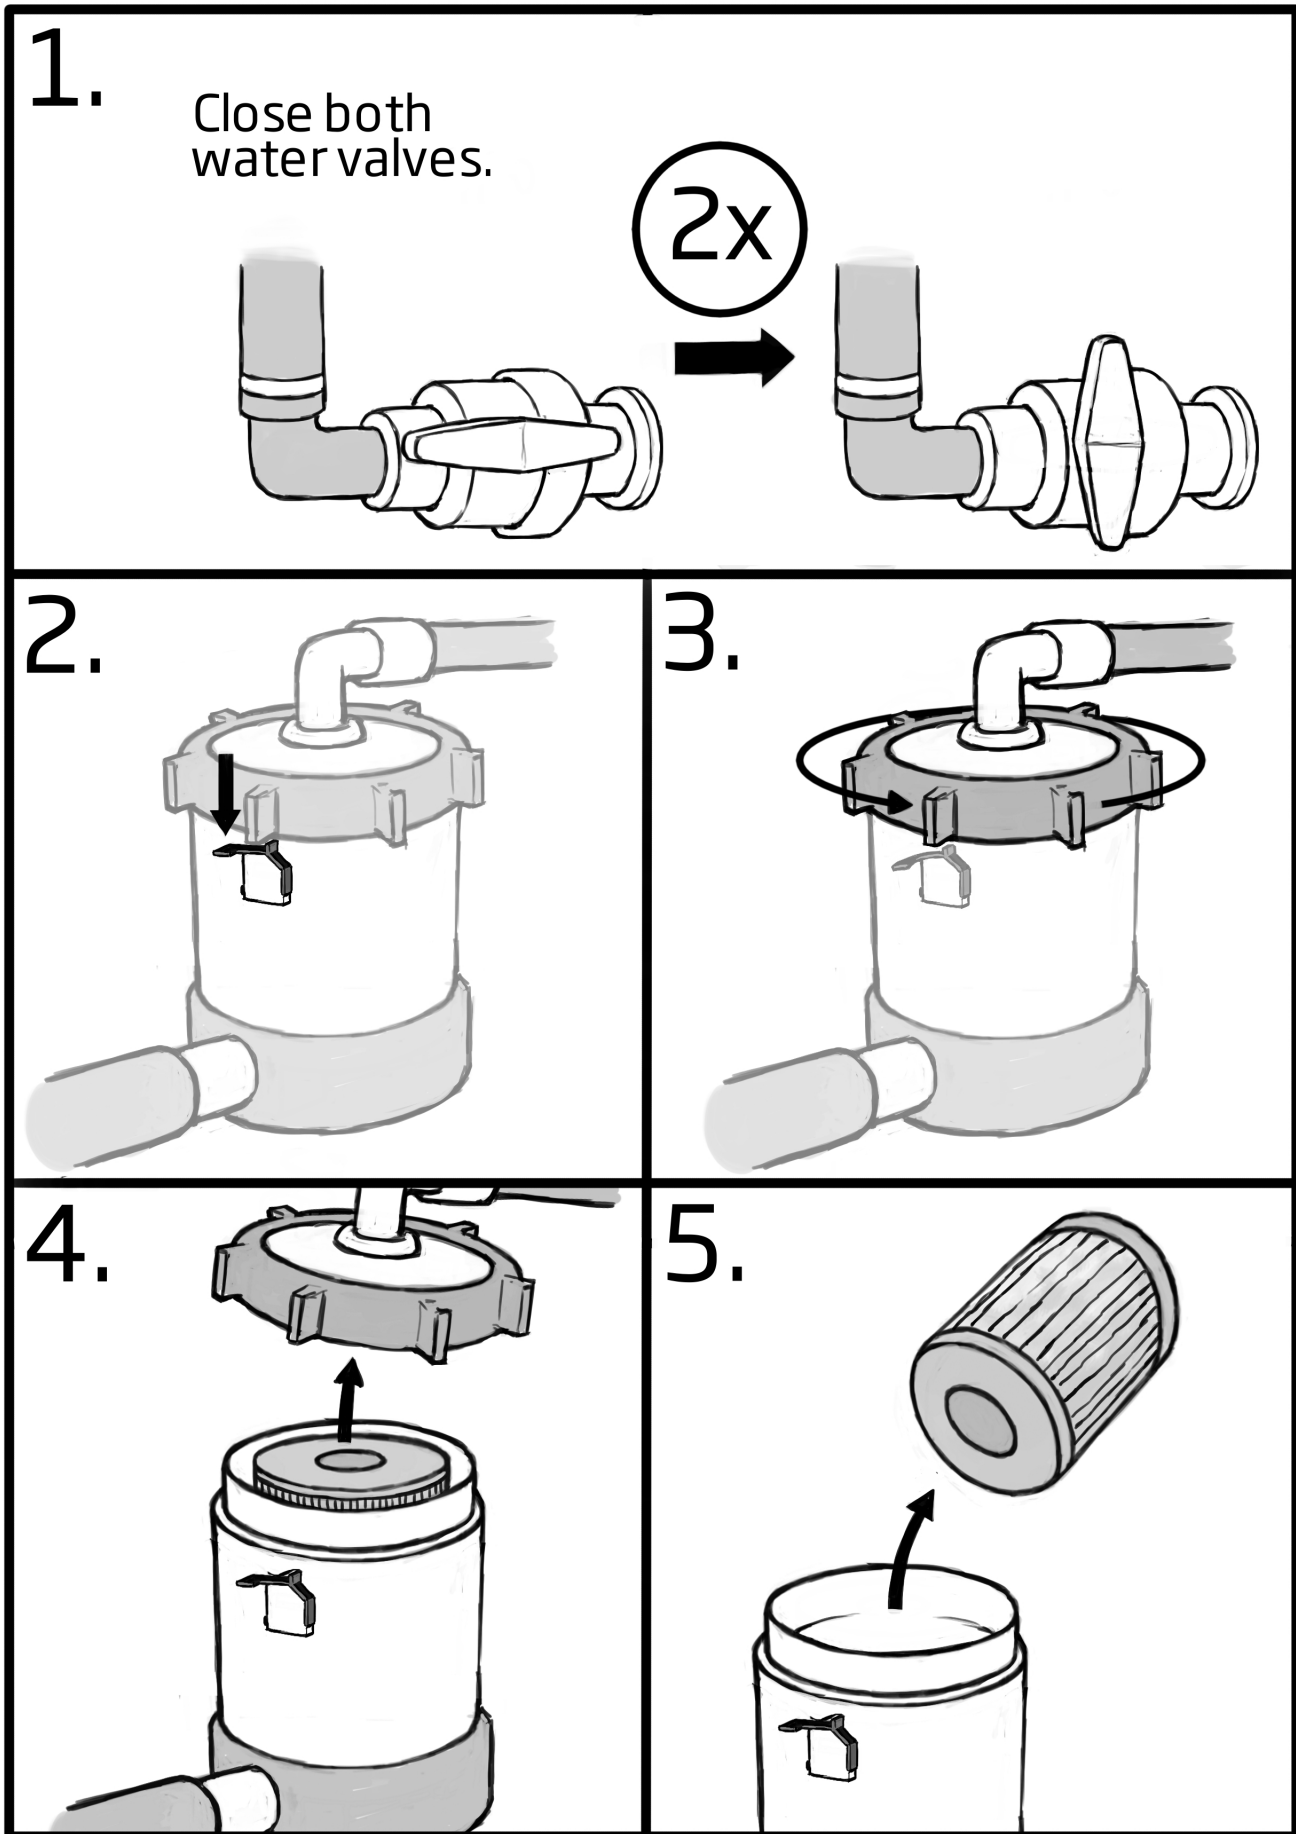
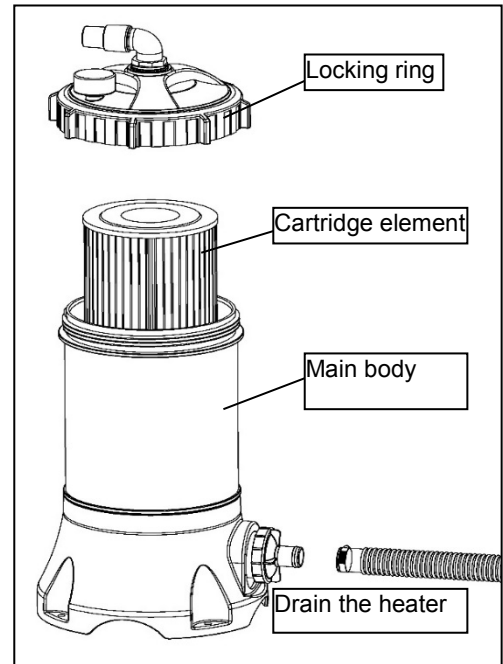

Bild 7 - Patrone entfernen
Bild 8 - Filterkomponenten
4. Lassen Sie das Wasser aus dem Filter ab, indem Sie die Klemme des Vorsiebs lösen (wenn Sie das Vorsieb reinigen möchten Bild 8 / Korb).
8. Vorsieb der Pumpe entfernen und reinigen (Bild 8 / Korb).
3. Verbinden Sie das Vorsieb (Korb & Dichtungsring & Abdeckung / Bild 8) und den Ansaugschlauch (Abfluss / Bild 7), falls Sie diesen entfernt hatten.